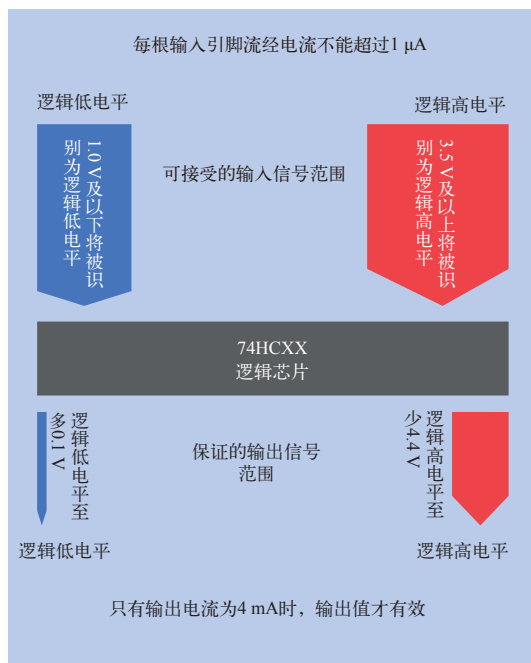

图 4-102 为避免错误，请将逻辑芯片的输入电压控制在建议范围内
- 输入电压的可接受范围及最小保证输出电压如图 4-102 所示。
如果不能确定，你可以用万用表验证电压，再对照图 4-102 中所示的输入要求。